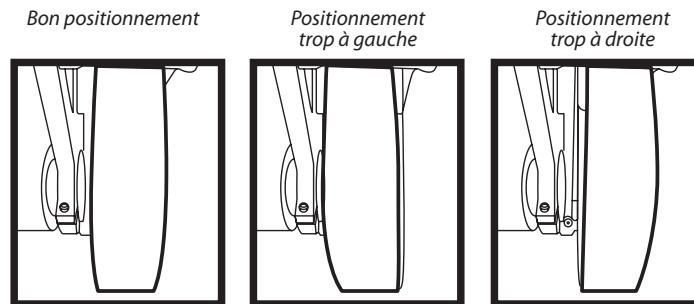
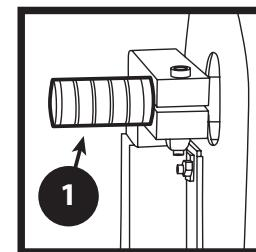

FIGURE 8A, B et C
FIGURE 9
2. Si la bande abrasive ne demeure pas au centre de la roue de contact pendant le mouvement de la bande (Figure 8A, B et C), utiliser le bouton d'ajustement de positionnement situé du côté supérieur gauche de la machine pour ajuster le positionnement de la bande au centre de la roue de contact. Tourner le bouton pour positionner la bande vers la gauche ou la droite. (Figure 9)